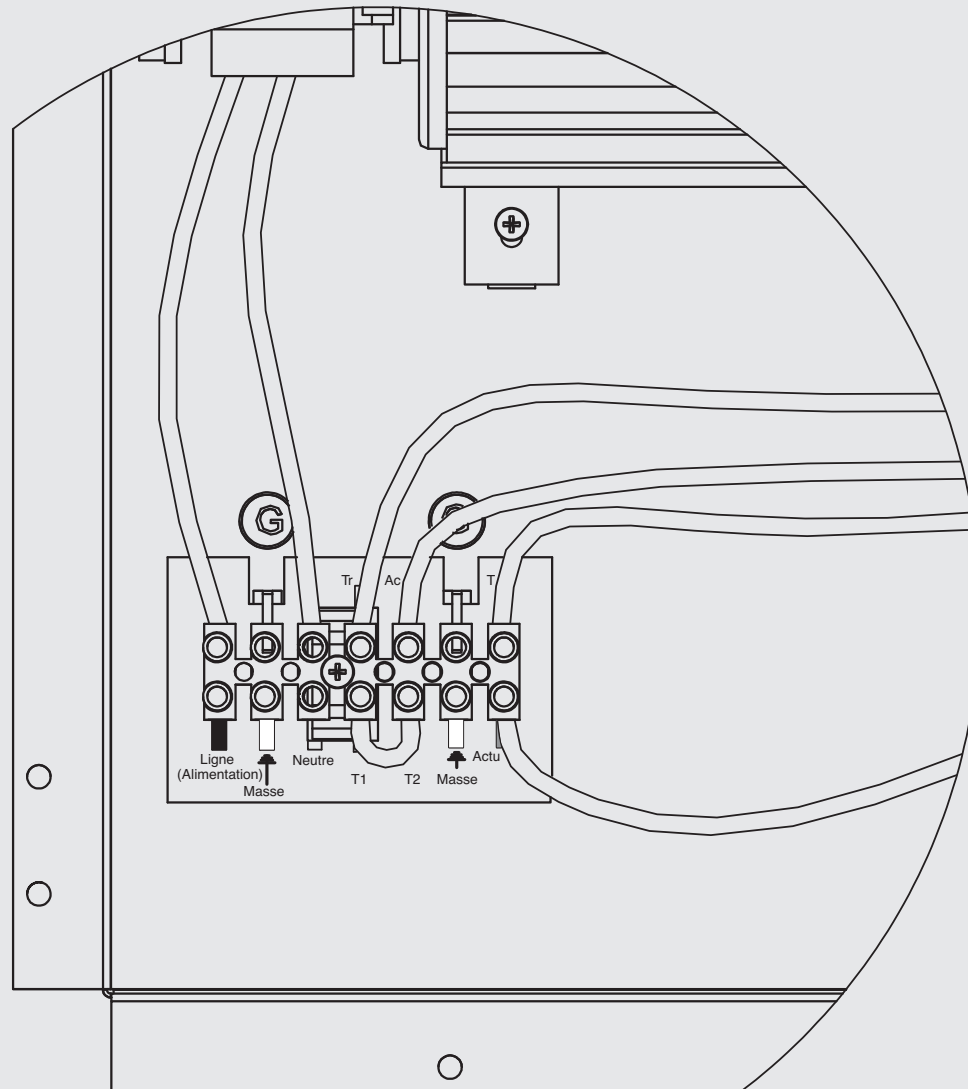

Fig. 2
- Le convecteur de ventilation WHISPA III^{MD} RCU est conçu de sorte que les câbles et les tuyaux sont renfermés à l'intérieur du boîtier de l'appareil. L'installateur doit inspecter l'appareil et noter que le tuyau de 1/2 po doit entrer par le coin inférieur droit de l'appareil, et le câble de 120V CA pour l'appareil entre via son coin inférieur gauche. Voir Fig. 2.